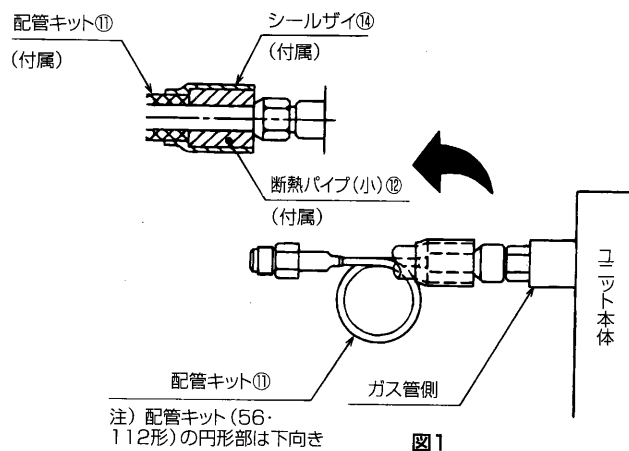

図1
2) 接続された配管キット①接続部に、断熱パイプ(小)②をかぶせ、さらにシールザイ④を巻き付けてください。(図1参照)